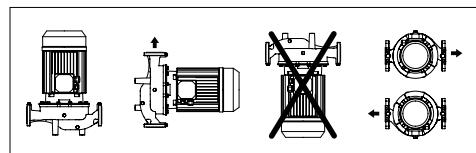

РИС. 2: Встановлення двигуна $\leq 7,5$ кВт 2 полюси і $\leq 1,1$ кВт 4 полюси
- Насоси можна встановлювати на нагітальних або зворотніх трубопроводах, а також у горизонтальному та вертикальному положенні, за умови, що двигун не розміщується в жодному разі нижче насоса, щоб уникнути витоку води в двигун або підшипники.(РИС. 2) (Зверніть увагу, що вертикальна установка можлива для $\leq 7,5$ кВт 2-полюсних і $\leq 1,1$ кВт 4-полюсних агрегатів)